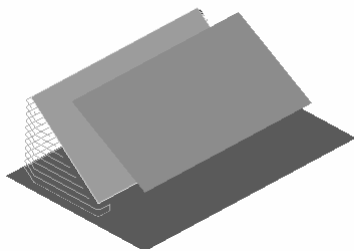

图 2-194 偏置向上
- **【偏置向上】**：沿刀轴向上偏置底部轮廓曲线，如图 2-194 所示。